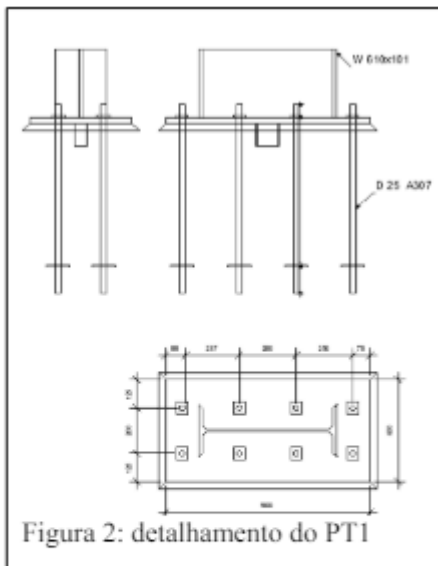

Figura 2: detalhamento do PT1
- 2) Cada pilar do tipo 1 receberá uma chapa metálica, fixada por 8 barras roscadas, A307 D25, conforme figura 2.